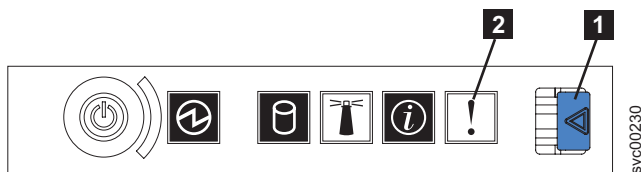

図 96. SAN ボリューム・コントローラー 2145-8G4 オペレーター情報パネル
1. SAN ボリューム・コントローラー 2145-8G4のオペレーター・パネル上のエラー LED (図 96 を参照) が点灯または明滅していますか?